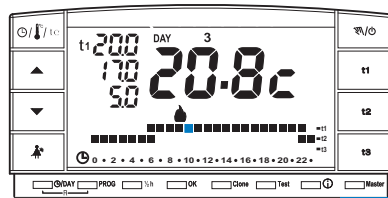

fig. 6
- En la pantalla aparecerán: el día actual, la temperatura ambiente y la escala térmica 24 horas programada con el dígito parpadeante de la hora actual (ejemplo en la fig.6).